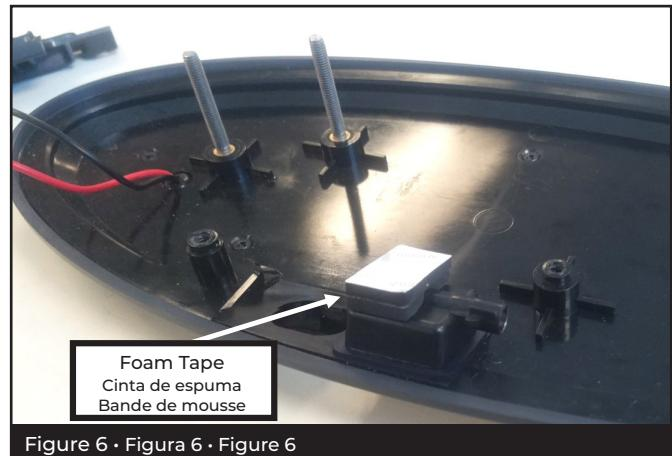

Figure 6 · Figura 6 · Figure 6
## 6 FRONT CAMERA EQUIPPED TRUCKS: Apply 3M foam tape to back of camera to prevent vibration in housing. Reinstall camera and washer nozzle mounting assembly using original T25 torx screws. (Fig 6)
**Fr** Camionnettes équipées de caméra avant: Appliquez la bande de mousse 3M à l'arrière de la caméra pour prévenir les vibrations du boîtier. Réinstallez la caméra et la buse du nettoyeur avec les vis torx T25 d'origine. (Figure 6)